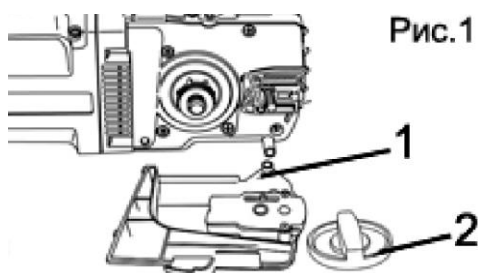

Рис. 1
- Открутите зажимную ручку (2, Рис. 1).
- Снимите кожух (1, Рис. 1).